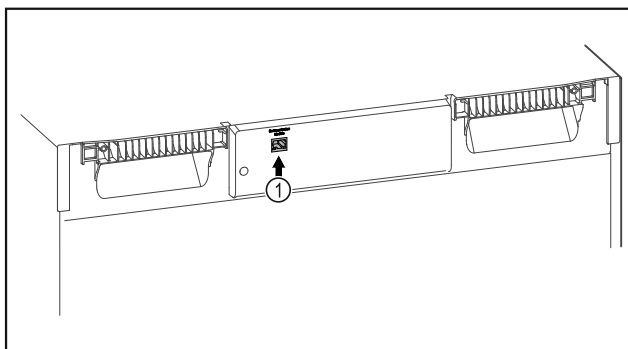

Fig. 140
- ☐ SmartModule Fig. 140 (1) встановлено.